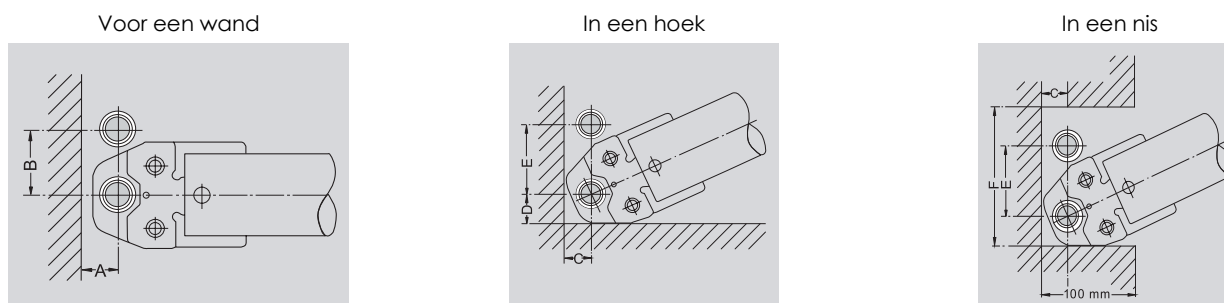

Fig. 2 – benodigde vrije ruimte voor het inpersen
- Vóór de montage moet rekening worden gehouden met de vereiste minimale ruimte voor het persen, zoals voorzien in onderstaande Tabel 4 en Fig. 2.